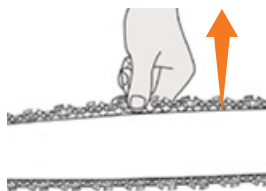

Рис. 5
6. Проверьте установку цепи на звездочке и направляющей шине, вращайте вправо натяжную муфту для натяжения цепи. Пильная цепь натянута верно если в середине направляющей шины ее можно приподнять на 3-4 мм. и цепь легко проворачивается рукой по шине (Рис. 5).